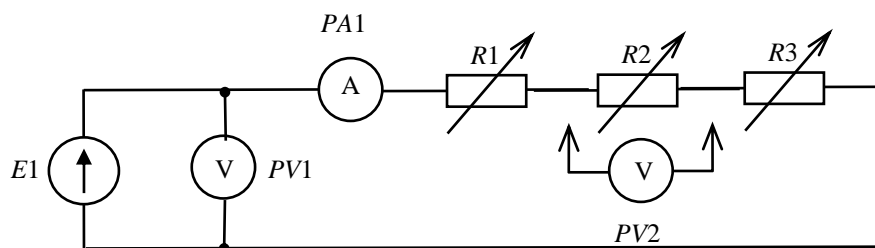

Рис. 4. Схема линейной электрической цепи постоянного тока с последовательным соединением элементов
1. Соберите линейную электрическую цепь постоянного тока с последовательным соединением элементов (рис. 4). В качестве резисторов $R1 - R3$ используйте резисторы блока «Резисторы / Активная нагрузка», В качестве амперметра $PA1$ используйте один из ампервольтметров модуля «Измерительные приборы» в режиме DC , в качестве вольтметра $PV1$ – встроенный вольтметр источника питания $E1$. Ручку регулировки напряжения источника $E1$ установите в ноль, повернув ее против часовой стрелки до упора. Величины номинальных сопротивлений резисторов $R1 - R3$ установите в соответствии номером варианта (табл. 1). В качестве вольтметра $PV2$ для измерения напряжений на резисторах подготовьте и используйте один из мультиметров. Представьте схему для проверки преподавателю.